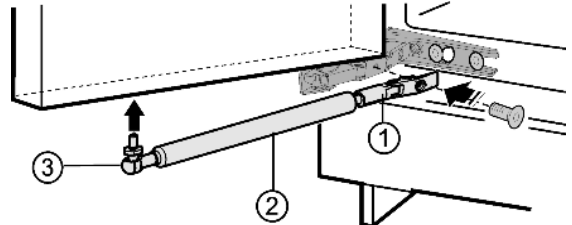

Fig. 5
- ▶ Houder Fig. 5 (1) vastschroeven.
- ▶ Kogeltap Fig. 5 (3) samen met de sluitdemper Fig. 5 (2) in het bevestigingsboorgat schroeven.